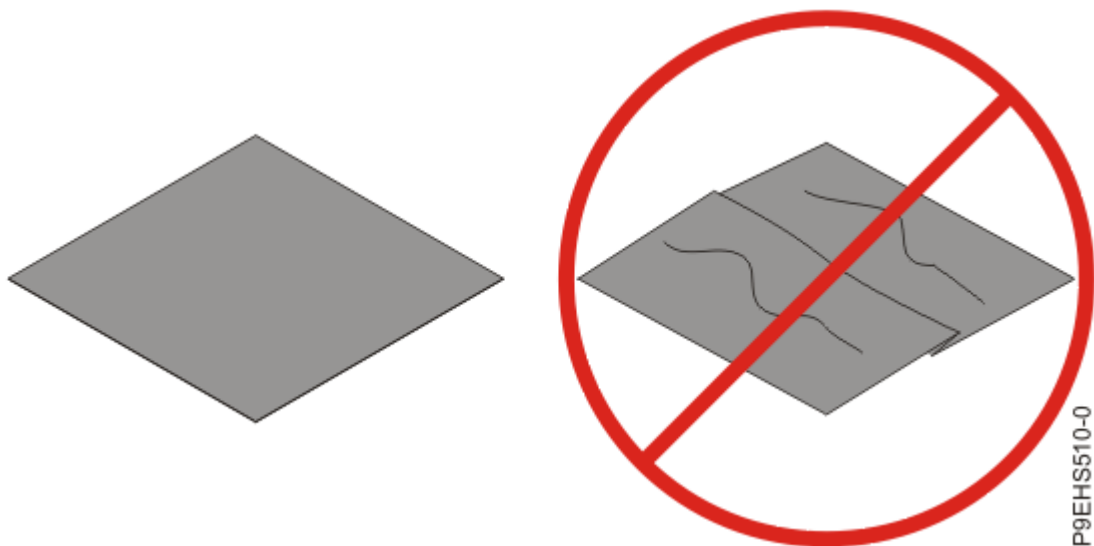

Figure 156. Inspection du matériau d'interface thermique
6. Vérifiez que le matériau d'interface thermique (TIM) ne présente pas de dommages visibles, comme illustré dans la Figure 156, à la page 174. S'il est plié, déchiré ou gondolé ou si vous avez des doutes sur son état, remplacez-le.